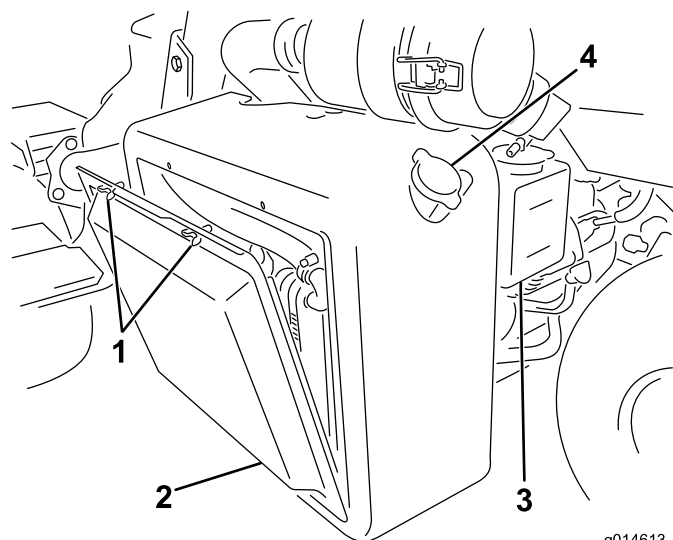
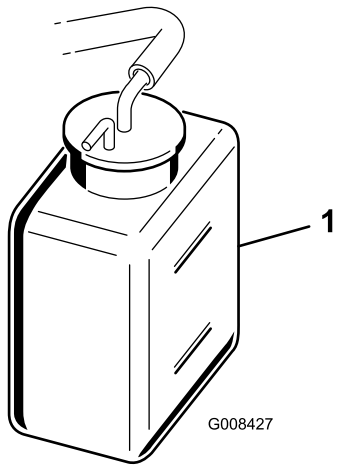

Figura 35
Figura 36
1. Retire o painel do radiador (Figura 35).
2. Verifique o nível do líquido de arrefecimento do motor (Figura 35 e Figura 36).